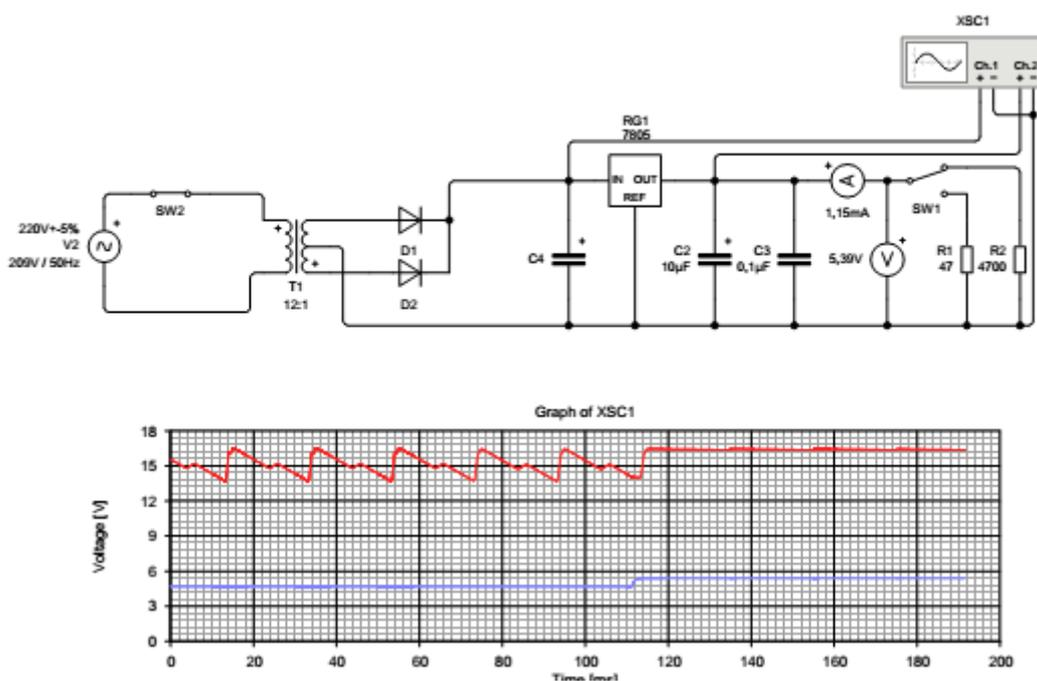

Fig. 4: Circuito de fuente completa regulada con CI 7805
9. Reemplazar la fuente regulada con Zener Del problema N° 3 del Práctico de **Zener** por el circuito con CI implementado en el Punto 8. Como se indica en la Fig. 4.